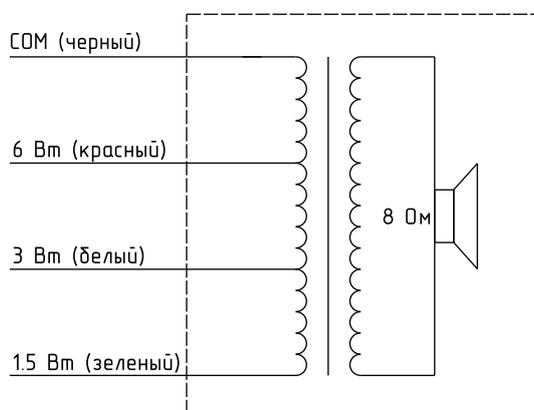

Рисунок 5.1 Принципиальная схема оповещателя
2. Выбрать требуемую мощность (см. Рис. 5.1) и, соблюдая полярность, подсоединить кабель через клеммную колодку к нужному отводу трансформатора.